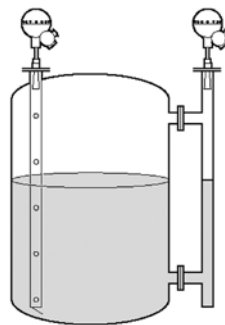

Рис.10.
**Пример 4 (рис.10).** Для обеспечения успешных измерений в резервуарах со сжиженным нефтяным газом, где иногда наблюдается кипение поверхности, а также в некоторых особо турбулентных условиях, рекомендуется установка уровнемера в успокоительной трубе или байпасной камере. Использование трубы снижает вспенивание и турбулентность, а также увеличивает силу отраженного от поверхности эхо-сигнала.